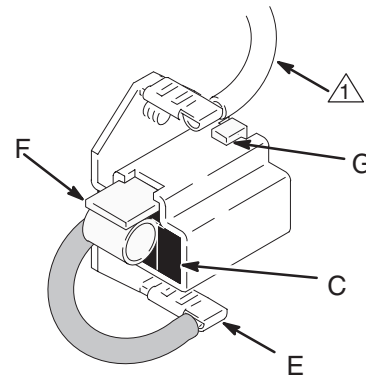

Fig. 17 03881
7. Tout en maintenant le clip ressort (F) légèrement incliné, glisser celui-ci dans le porte-balai et l'accrocher à l'extrémité de ce dernier. Voir Fig. 17. Tirer sur le clip pour être certain qu'il est bien en place. Brancher le fil du balais sur le connecteur plat (E).